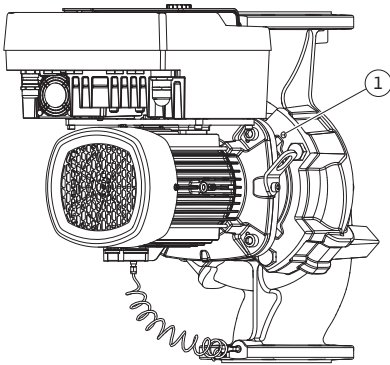

Fig. 11: Takma kitinin dişli delikleri üzerinden dışarı bastırılması (DN 100 ... DN 125)
5. Takma kitini (bkz. Fig. 4) pompa gövdesinden sökün. Pompa tipine göre (bkz. Fig. I ... III) çeşitli kullanımlar vardır: Pompa tipi (Fig. I) DN 32 ... DN 80 için cıvataları (poz. 29) çözün. Takma kitini pompa gövdesinden ayırın. Pompa tipi (Fig. II ve Fig. III) DN 100 ... DN 125 için verilen iki dişli deliği (Fig. 11, poz. 1) kullanın. Müşteri tarafından sağlanan uygun cıvataları kullanın (ör. M10 x 25 mm).
5. Takma kitini (bkz. Fig. 4) pompa gövdesinden dışarı bastırın. Bunun için iki dişli deliğini (bk. Fig. 11) kullanın. Yuvanın sökülmesi için uygun uzunluğa sahip M10 cıvataları dişli deliklerine takın.